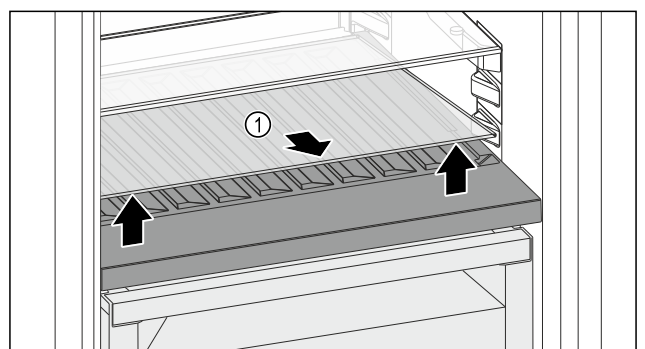

Fig. 123
- Glasplatte Fig. 123 (1) an der Aussparung vorne anheben und herausnehmen.
- Glasplatte Fig. 123 (1) außerhalb des Geräts sicher aufbewahren.